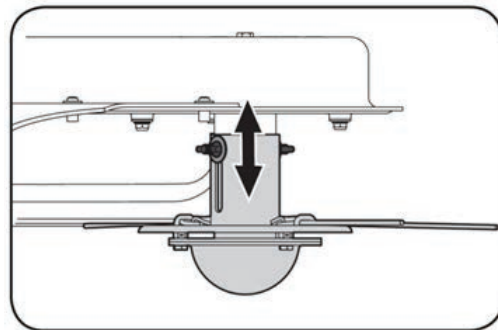

Figure 3-2
2. Faites glisser la broche vers le haut ou vers le bas jusqu'à la position souhaitée avant de resserrer les écrous à oreilles. Voir la figure 3-2.